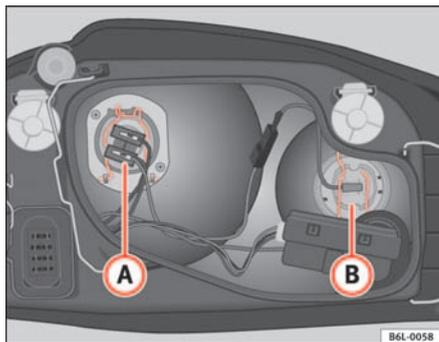

Abb. 145 Glühlampe
- Ziehen Sie den Stecker vom Lampenkabel ab ① ⇒ Abb. 145.